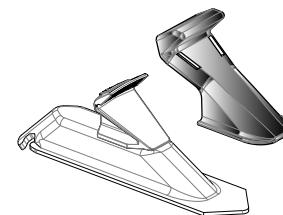

fig.6
- Protez. Corsia per cunei (fig.6) - 4pz.
- Locking wedge protectors. (fig.6) - 4p.
- protection bande à coins (fig. 6) - 4p.
- Schutz für Rinnenschiene (Abb. 6) -vierteilig.
- Protecciones Recorridos para cuñas (fig.6) - 4p